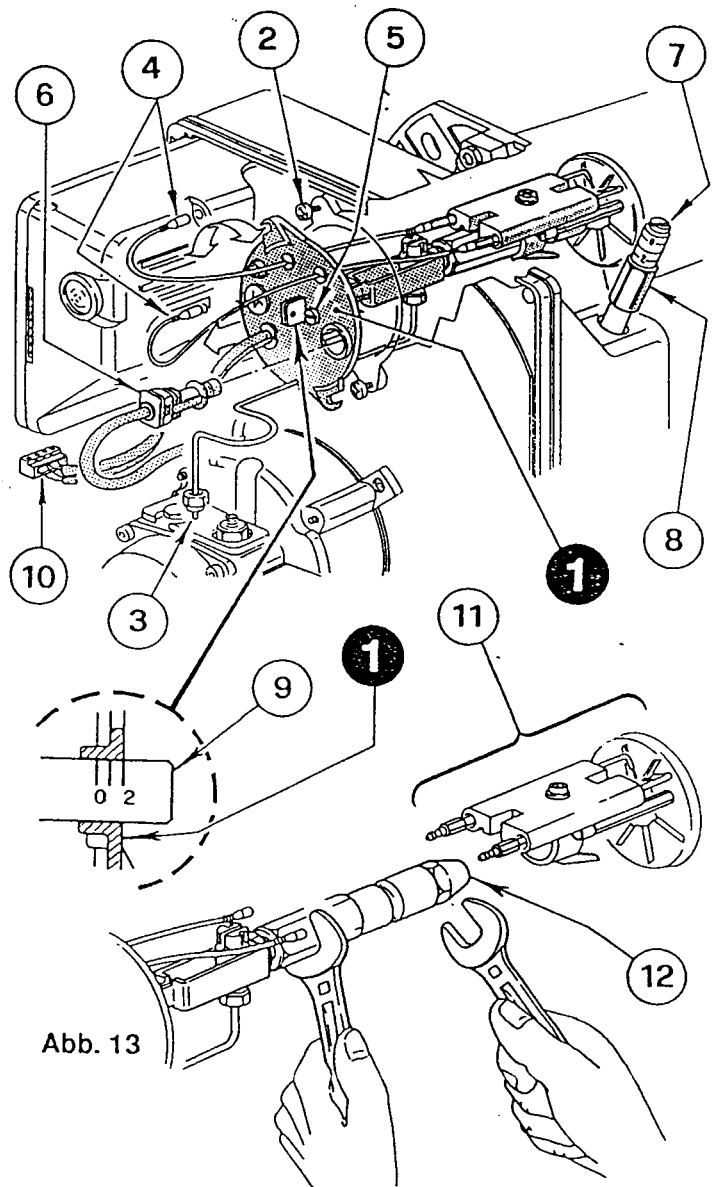

Abb. 13
(Siehe Abb. 13).
- DIE DÜSE (12) RICHTIG ANSCHRAUBEN UND WIE IN Abb. 13 ABGEBILDET ANZIEHEN.
(Siehe Abb. 13)